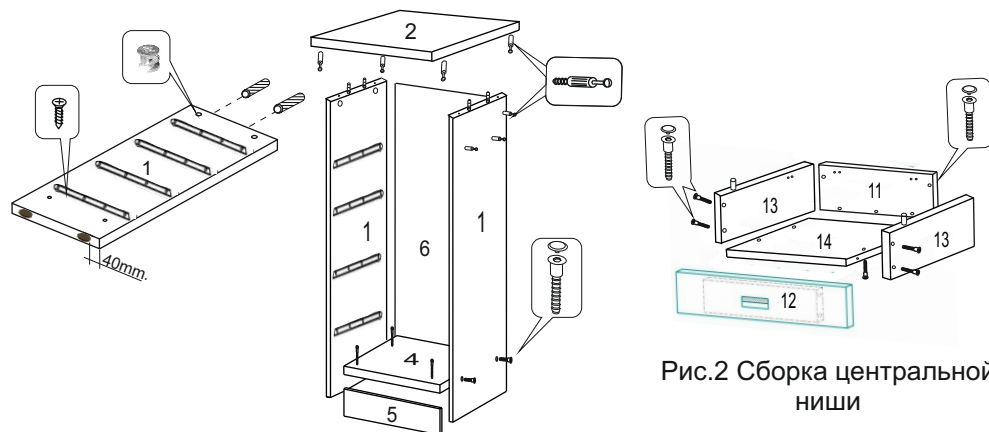

Рис.1 Сборка боковых тумб
2. К нижним торцам боков (дет. 1) приклейте подпятники (Ф-9). Установите шкранты (Ф-8) в торцевые отверстия, а в отверстия диаметром 15 мм вставьте эксцентрики (Ф-2) (рис. 1)
4. Присоедините боковые стенки (дет. 1) с помощью конфирматов (Ф-6) таким образом, чтобы у левой тумбы правая боковина имела на наружной поверхности три отверстия (рис. 1). У правой тумбы левая боковина тоже должна иметь аналогичные отверстия. В данные отверстия вверните винты (Ф-1).